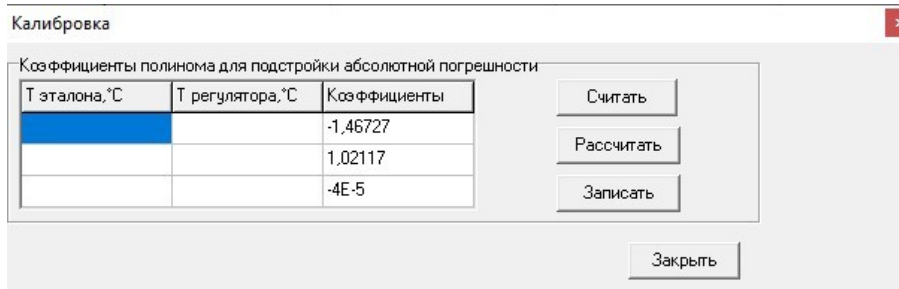
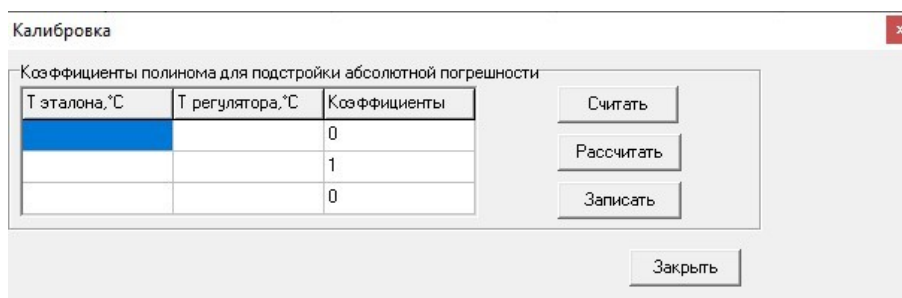

Рисунок 12 – Окно калибровки с действующими коэффициентами полинома
Рисунок 14 – Результат сброса полинома (возврат к базовым настройкам)
3.3.6 В таблице окна "Калибровка" столбец "Коэффициенты" может содержать значения от предыдущей калибровки (рисунок 12) или исходные значения полинома, если калибровка не проводилась или был выполнен сброс полинома (рисунок 14).
3.3.8 Нажать кнопки "Рассчитать", "Записать" и "Считать", при этом программа должна рассчитать значения коэффициентов 0, 1, 0, что является сбросом полинома (рисунок 14).